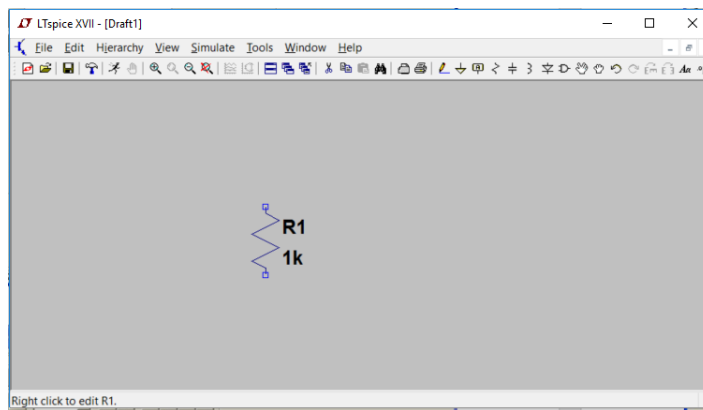
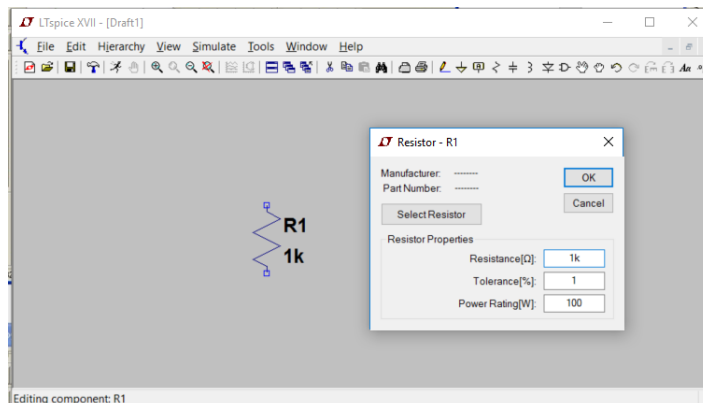

Figure A.7: LT Spice - Vizualizarea parametrilor unei rezistente.
Figure A.8: LT Spice - Editarea parametrilor unei rezistente.
2. Se vizualizează și editează lista parametrilor folosind *Right Click* (se observă în Figure A.7 și în Figure A.8),